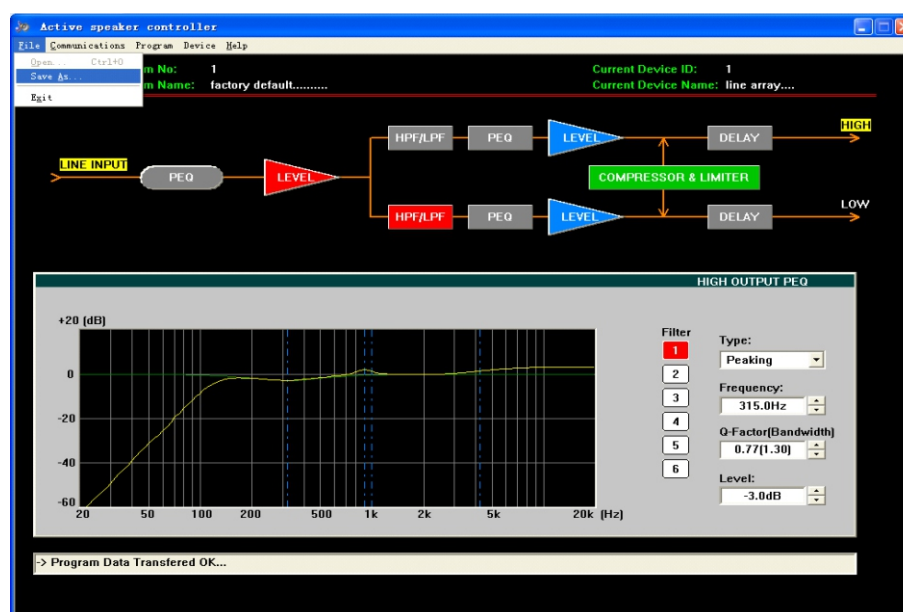

Рис.6
3.1> Сохранить как файл. Когда пользователь закончит настройку, параметры могут быть сохранены в виде файла на ПК через "Save As" (Сохранить как) в меню "File" (Файл)», см. рис. 6: